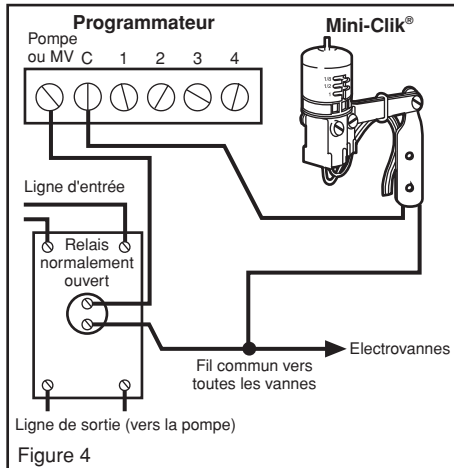

Figure 4
B. Electrovanne de 24 volts avec pompe de surpression (voir Figure 4)